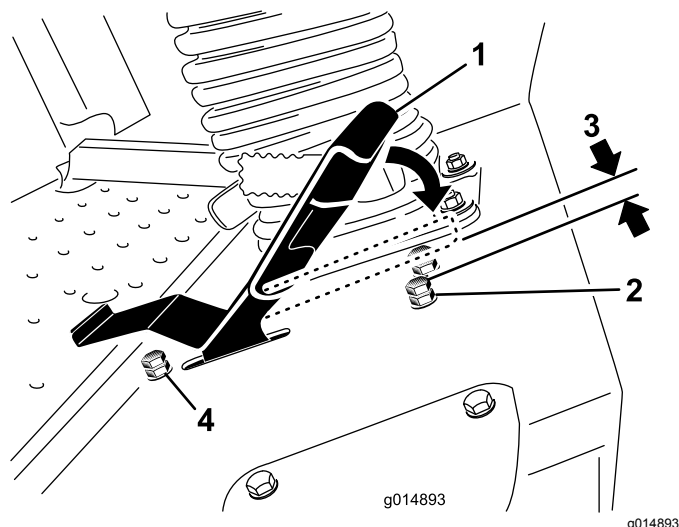

図 87
3. 走行ペダルのストップボルトについているジャムナットをゆるめる(図 87)。